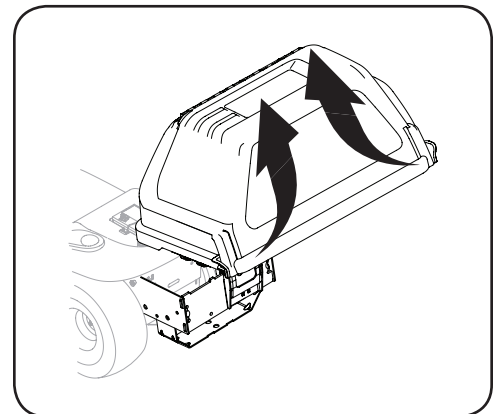

Figure 4-14
- S'il n'est pas déjà installé, appliquer les joints (720-05151A) et (720-05152B) à la face inférieure du capot supérieur (731-12348D) comme illustré ci-dessous. Voir la figure 4-14.
- Ouvrez le couvercle du bac récupérateur en appuyant sur les encoches et en soulevant le couvercle supérieur. Voir Figure 4-14.